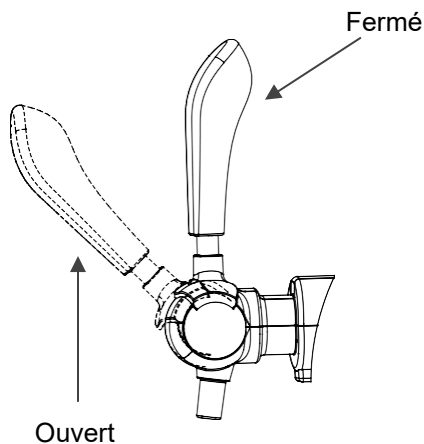

Figure 12
Remarque: vérifiez que le robinet est fermé lorsque vous raccordez le tuyau et l'adaptateur (figure 12).
6. Placer le levier du robinet à 45 degrés permet de verser la bière de la tireuse à bière (figure 12). Le débit de bière et de mousse peut être contrôlé par la molette de régulation de pression.